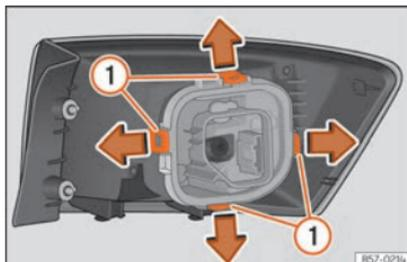

Fig. 60 Linguetas de fixação na parte posterior da unidade de luz traseira.
- Desmonte o porta-lâmpadas desbloqueando as linguetas de fixação »» Fig. 60 ①.